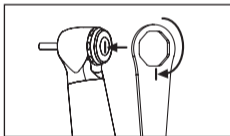

Fig. 34
- 8 Serrez-le ensuite fermement à l'aide de la clé pour capuchon de tête (Fig. 34).